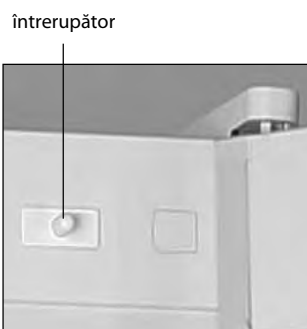

Figura 5
**SE INTERZICE** deconectarea signalizării sonore fixînd întrerupătorul indicat în figura 5, deoarece aceasta va provoca dereglarea funcționării congelatorului.